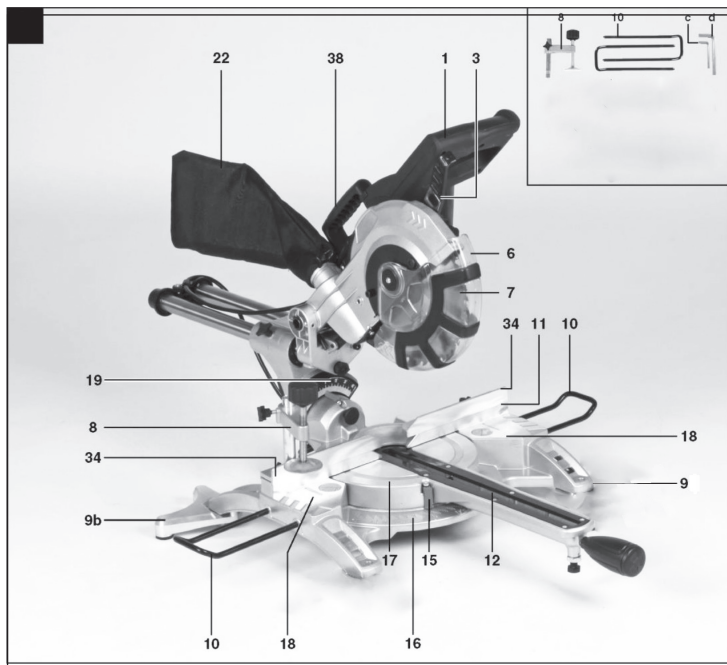
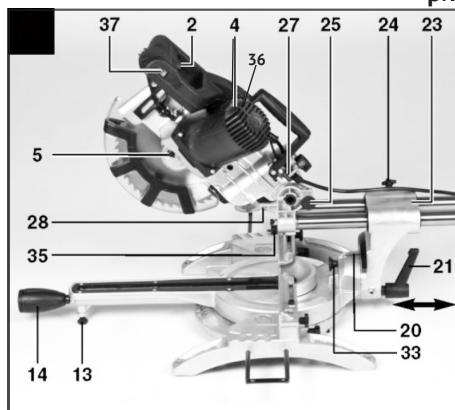
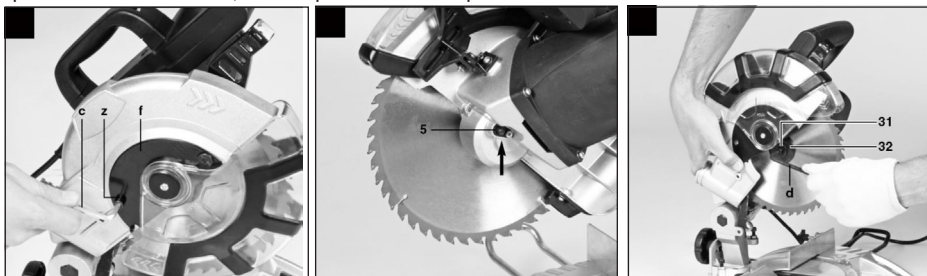
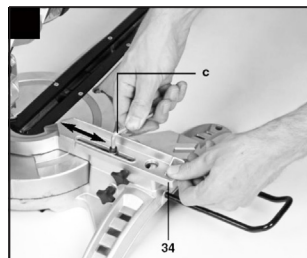

рис.1
рис.2
рис.4
рис.6
1.1.2 Основным несущим узлом режущего блока пилы является металлический редуктор, выполненный заодно с верхним защитным кожухом диска. К редуктору крепится пластиковый корпус двигателя (рис.2 поз.4), с закреплённой на нём рукояткой. Вертикальное перемещение режущего блока для реза обеспечивает суппорт вертикального перемещения. Возвратная пружина на оси суппорта, возвращает режущий блок в исходное положение. Горизонтальное движение по направляющим и отклонение (вправо/влево) от вертикальной оси обеспечивает суппорт наклона и горизонтального перемещения (рис.2 поз.23).
1.1.3 Рабочий стол (рис.1 поз.17), вместе с режущим блоком, имеет возможность смещения (вправо/влево) относительно основания и параллельного упора (рис.1 поз.11), в который упирается обрабатываемая заготовка. Таким образом обеспечивается косой (от 0 до 45°) рез материала (брус, доска, планка и т.п.).
1. Вытянуть фиксатор (рис.2 поз.25) из суппорта, слегка надавливая на корпус двигателя (рис.1 поз.4).
2. Повернуть фиксатор (рис. 2 поз.25), на 90°. При этом режущий блок пилы останется в разблокированном положении
- включение/выключение пилы осуществляется нажатием на клавишу выключателя (рис.1 поз.2).
3. Разблокировав (сместив к рукоятке) рычаг (рис.1 поз.3), сдвиньте вверх подвижный защитный кожух (рис.1 поз.6).
4. Открутите винт (z) на крышке (f) неподвижного кожуха (рис.4).
5. Одной рукой нажмите на фиксатор шпинделя диска (рис.1 поз.5), устанавливая торцовый ключ (d) на болт (рис.4 поз.31). Фиксатор шпинделя пильного диска
Внимание! Для предотвращения самопроизвольного откручивания болта при работе, резьба на болте (рис.4 поз.31) - ЛЕВАЯ.
6. Прилагая дополнительное усилие ослабьте болт с левой резьбой, поворачивая его по часовой стрелке, снимите зажимной фланец (рис.1 поз.32) и пильный диск (рис.1 поз.7). При этом опорный фланец должен оставаться на месте.
- для установки угла поворота ослабьте (откручивая) фиксирующую рукоятку (рис.1 поз.14), установите необходимый угол распила. Затем надежно закрутите фиксирующую рукоятку.
- для осуществления возможности продольного движения режущего блока необходимо ослабить фиксатор (рис.1 поз.24).
- пила обладает подвижными стопорными упорами (рис.6 поз.34), которые зафиксированы на неподвижной упорной планке (рис.1 поз.11).
- для включения лазерной направляющей перевести клавишу включения и выключения лазерной направляющей (рис.1 поз.37) в положение «I». Направляющая проецируется на разрезаемый материал, обеспечивая ровную отметку резки;
- для выключения, установите клавишу включения лазерной направляющей (рис.1 поз.37) в положение «0».